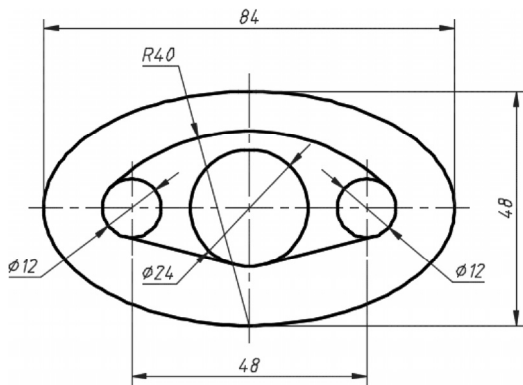

图 12-26 尺寸标注效果
18) 标注尺寸。分别执行功能区“默认”选项卡的“注释”面板中的相关标注工具命令来对图形进行标注，得到尺寸标注的结果如图 12-26 所示。